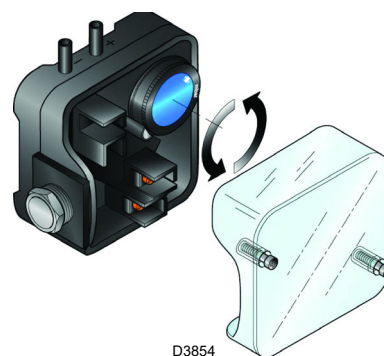

Fig. 27
- Regolare il pressostato aria (Fig. 27 a pag. 27) ad inizio scala.
Eseguire la regolazione del pressostato aria dopo aver effettuato tutte le altre regolazioni del bruciatore con il pressostato aria regolato a inizio scala (Fig. 27).